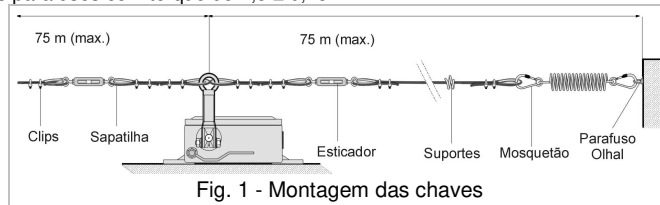

Fig. 1 - Montagem das chaves
- 2.1 Fixar os parafusos olhais, suportes de cabos e a chave de emergência na estrutura do transportador conforme fig. 1.
- 2.6 Destravar a chave. Neste momento, a alavanca deve ficar aproximadamente na posição vertical (como no diagrama da fig. 1). Para fazer o ajuste fino de posição da alavanca, feche um dos esticadores, girando o seu corpo até que a alavanca da chave fique na posição vertical. Se necessário, ajuste o outro esticador.